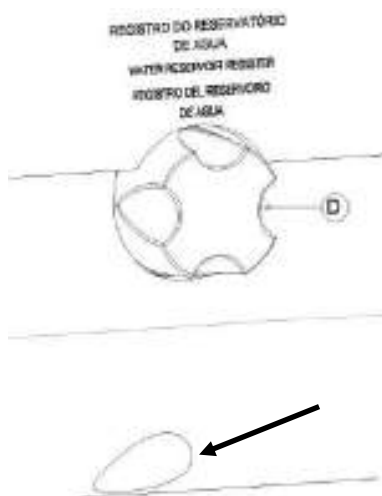

Figura 123 – Dreno do reservatório
- Para drenar a água do reservatório da incubadora com corpo em plástico de engenharia, abra o dreno (D) que está localizado na parte traseira da caixa externa, e recolha a água em um recipiente adequado. O dreno do reservatório está indicado na figura 123.